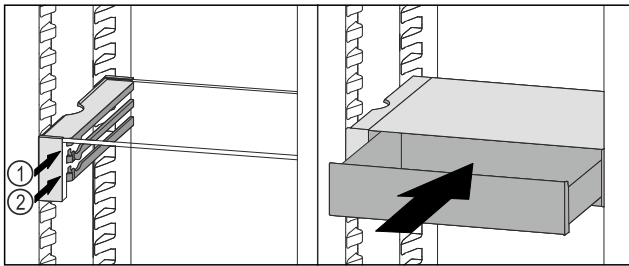

Fig. 128
- VarioSafe-Schubfach hinter den Stopperrn auf gewünschter Rippe Fig. 128 (1) oder Fig. 128 (2) aufsetzen.